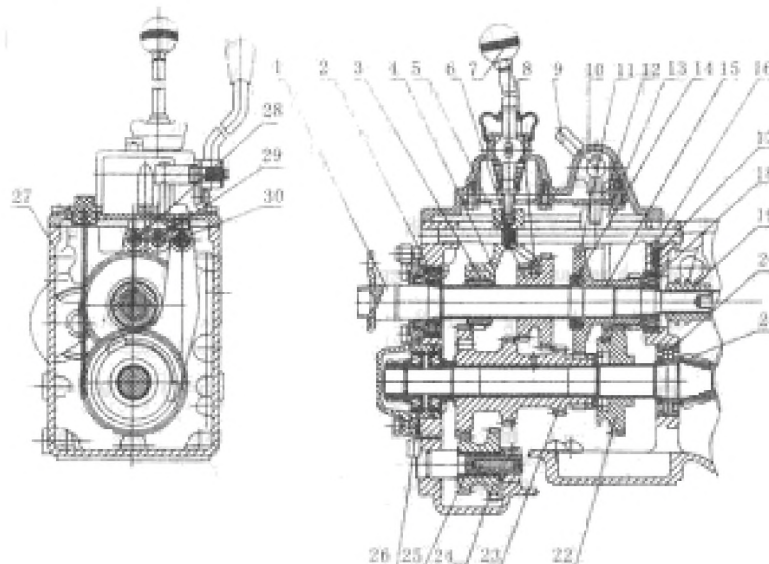

Рисунок 4-3. 6-ступенчатая коробка передач.
(1). Конструкция (Смотрите рисунок 4-3).
Необходимо регулировать коробку передач при повседневном использовании. Только при сборке или обслуживании 4 класса, некоторые детали можно отрегулировать, чтобы притянуть подшипник качения на валу II (26) (Рисунок 4-3).
Необходимо регулировать коробку передач во время периода эксплуатации. Только при сборке или обслуживании 4 класса, некоторые детали нужно отрегулировать, чтобы притянуть два угловых подшипника (30) (Рисунок 4-3), которые соединяются с двумя внешними кольцами.